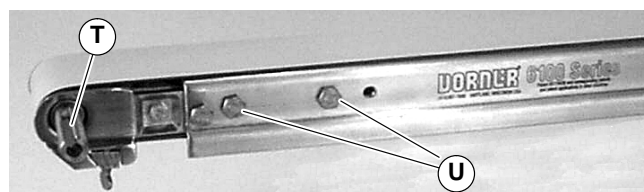

Abbildung 3
2. Lage der Antriebswelle (T auf Abbildung 3) feststellen und zwei (2) Schrauben entfernen (U).